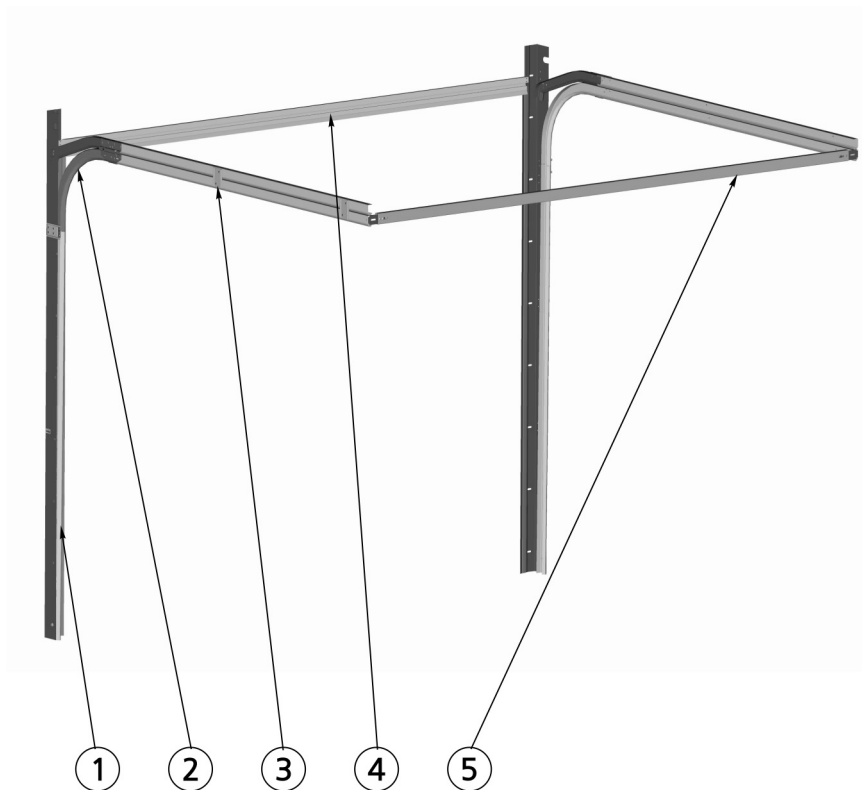

Рис. 6. Схема несущего каркаса ворот. Стандартный монтаж
4.1.1. Схемы несущих каркасов гаражных ворот представлены на рис. 6 и 7.